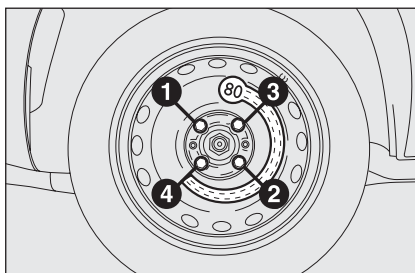

fig. 8
- ☐ mediante l'utilizzo della chiave in dotazione, serrare a fondo i bulloni, passando alternativamente da un bullone a quello diametralmente opposto, secondo l'ordine numerico illustrato in **fig. 8**.
- ☐ mediante l'utilizzo della chiave in dotazione, serrare a fondo i bulloni secondo l'ordine numerico illustrato in **fig. 8**;
- ☐ mediante l'utilizzo della chiave in dotazione, serrare a fondo i bulloni secondo l'ordine rappresentato in precedenza per il ruotino di scorta (vedere fig. 8);